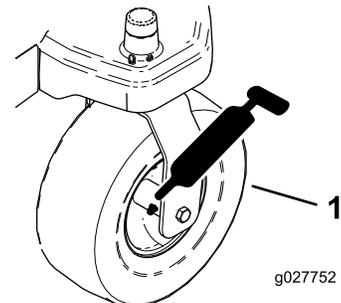
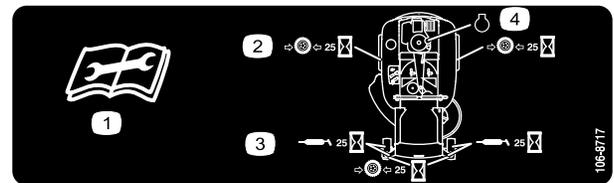

Figure 24
Figure 25
3. Nettoyez les graisseurs avec un chiffon (Figure 24 et Figure 25).
4. Raccordez une pompe à graisse à chaque graisseur (Figure 24 et Figure 25).